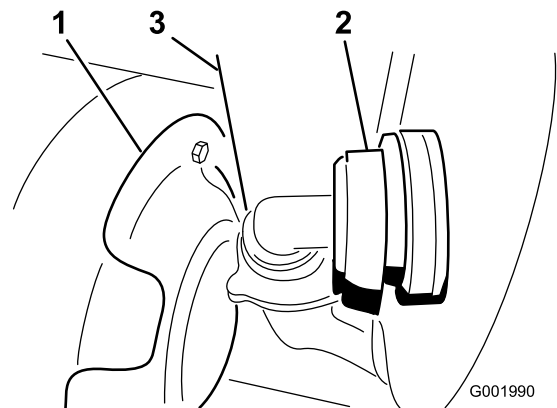

Bild 54
3. Schließen Sie den Schlauch im unteren Bereich vorne am Behälter ab (Bild 54).
Hinweis: Sie müssen das Wärmeschutzblech (Bild 54) möglicherweise zurück drücken, um die Abdeckung abzunehmen.
7. Schließen Sie den Schlauch vorne am Tank an (Bild 54).